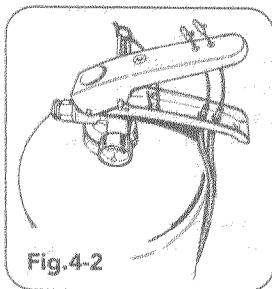

Fig.4-2
- La câble doit être fixé au moyen de la borne de l'actionneur de la soupape (FIG.4-2)